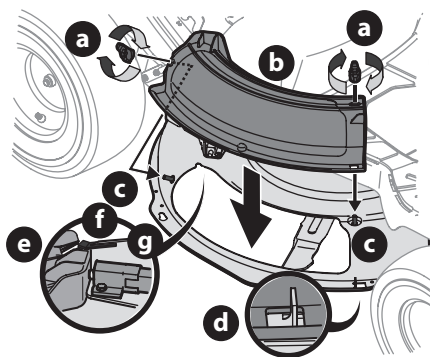

Figura 12
1. Extraiga las perillas de aleta (a) que se instalaron en la plataforma de corte y consérvelas para colocarlas posteriormente (Figura 12).
2. Coloque el adaptador para abono (b) en la abertura de descarga de la plataforma. Los espárragos (c) en la superficie de la plataforma calzarán en los orificios de la parte superior del adaptador para abono (b). La pequeña lengüeta (d) del borde de la plataforma calzará en el recorte cuadrado de la parte inferior del adaptador para abono (b) (Figura 12).
NOTA: compruebe que la parte superior-trasera del adaptador para abono (b) esté oprimiendo el interruptor de seguridad (e) que está ubicado en la superficie de la plataforma. El motor no arranca si el adaptador para abono (b) no está correctamente ubicado en su lugar (Figura 12).
3. Sujete el adaptador para abono (b) ajustando las perillas de aleta (a) que se extrajeron en el paso 1 (Figura 12).